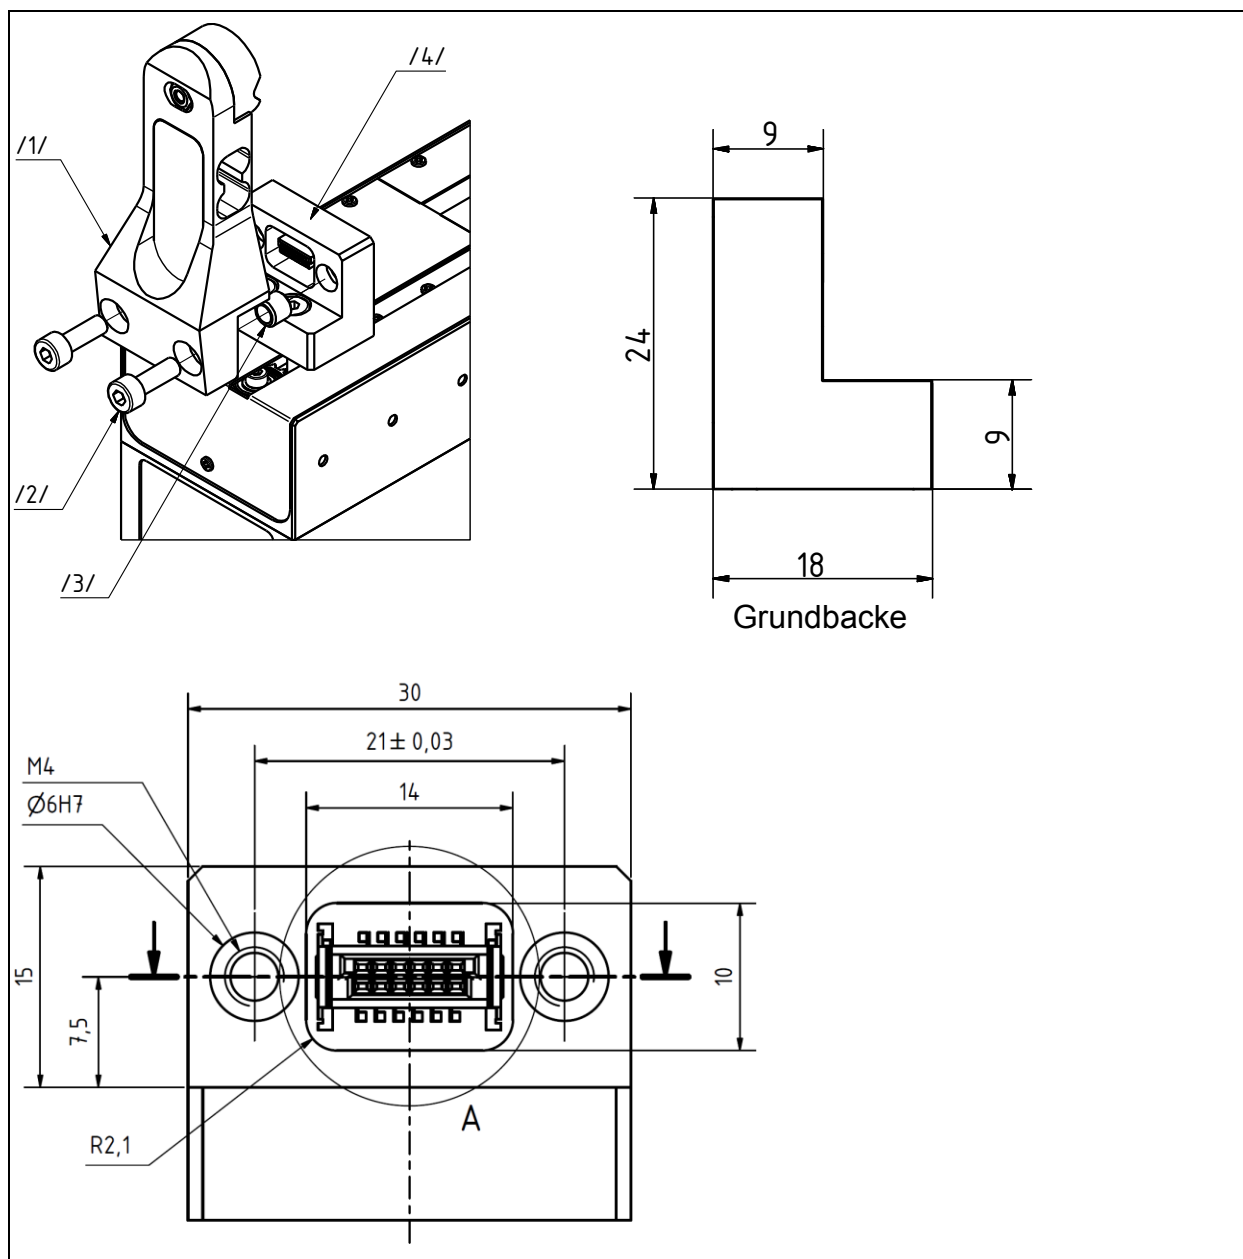

Abb. 15 Montage der Finger (oben) und Ansicht auf Sensorport der Grundbacke (unten)
- ➔ Bei der Montage von eigenen Fingern auf die Abmessungen der Grundbacke des Greifers beachten (siehe Abb. 15 Seite 34) und passende Steckverbinder zum Sensorport verwenden.
Tab. 17 Legende zur Abb. 15